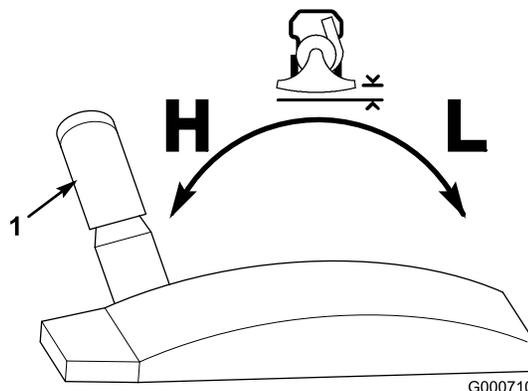

Figure 17
3. Déplacez la commande de réglage de hauteur vers l'avant pour abaisser le carter d'entrée d'air ou vers l'arrière pour l'élever (Figure 17).